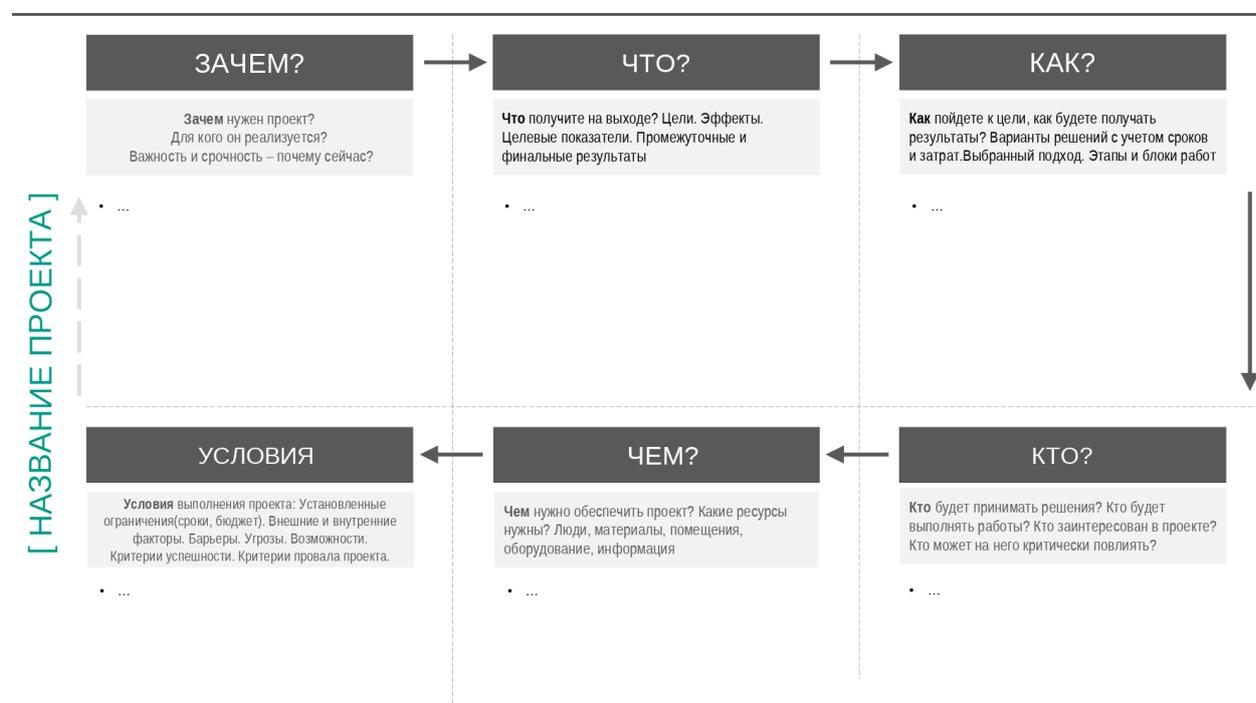
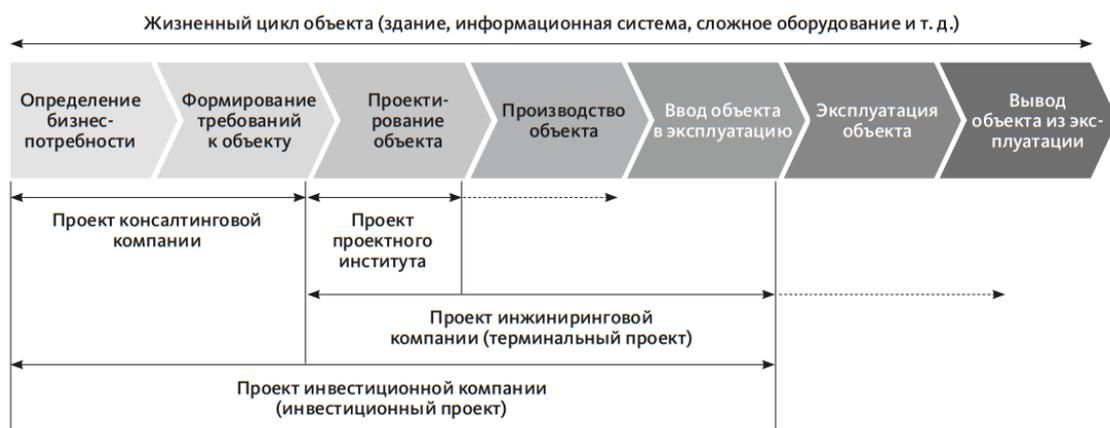

Рисунок 2 - Описание проекта
Рисунок 6 – Этапы жизненного цикла объекта (Алферов П. Проектное управление : Москва МИФ, 2025)
На основе выявленных дисбалансов (между желаемым и действительным, между возможностями и способами их реализации) в следующем разделе будет сформулирована конкретная идея и цель проекта, направленная на устранение выявленного ключевого разрыва (рисунок 2, таблица 3).
Следует определить содержание этапов жизненного цикла проекта (рисунок 6). Жизненный цикл проекта — совокупность этапов и фаз, на которые разделяют проект для обеспечения более качественного управления. Есть два понятия: жизненный цикл продукта и жизненный цикл проекта. Жизненный цикл продукта — более широкое понятие. За время существования продукта может возникать много разных проектов (рисунок 2).
Именно эти этапы и их ключевые работы необходимо детализировать для конкретного проекта в Таблице 3. Ее цель — перевести общую модель жизненного цикла (рисунок 6) в конкретный, измеримый план проекта с четкими сроками и ответственностью. Заполнение таблицы начинается с декомпозиции проекта на основные этапы (например, «Предпроектный анализ», «Разработка технического задания», «Проектирование», «Реализация», «Тестирование», «Запуск»), которые затем детализируются до уровня значимых контрольных точек и пакетов работ.
1. Определите этапы работ. На основе модели жизненного цикла (рисунок 6) и специфики вашего проекта перечислите в столбце «Характеристика» основные фазы (Этап работ 1, Этап работ 2 и т.д.), дав им содержательные названия.